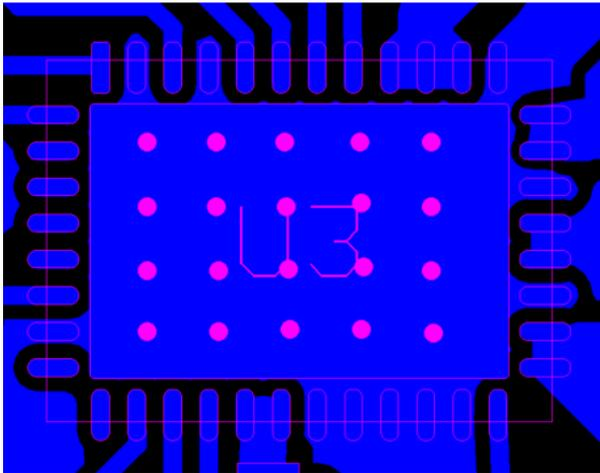

图 2-11. 只有很少过孔的 MCF831X PCB
2. MCF831x 具有散热焊盘，我们需要尽可能使用 MCF831x，以便通过共通路径来散发热量。请注意，务必通过尽可能多的过孔将热量传递到其他 PCB 层。（如图 2-11 所示，右侧的 PCB 更好。）在过孔中打开阻焊层，这有助于将 MCF831x 的热量通过散热焊盘传递到 PCB 上的覆铜。并尽可能使用多层电路板，以便提供更大的散热面积。